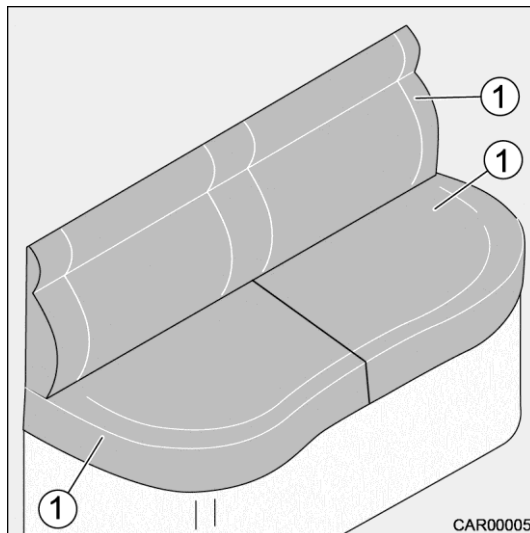

Fig. 41 Transformation du 5e siège
1. Retirer tous les coussins (Fig. 41/1).